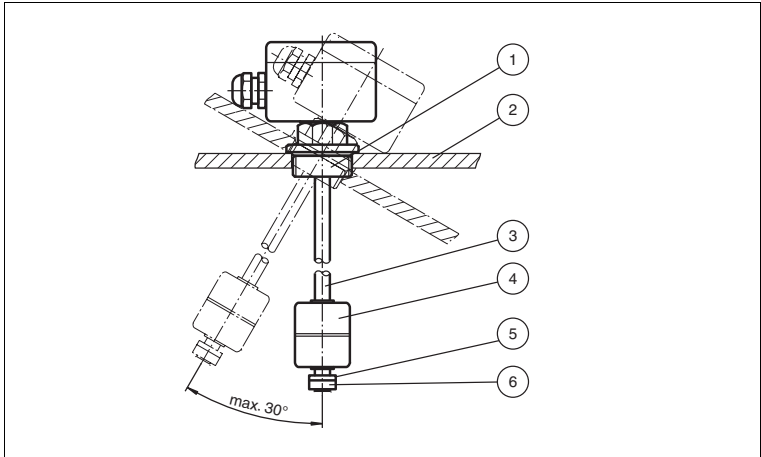

Abbildung 4.1 Prinzipielle Montage des Geräts
3. Bauen Sie das Gerät von außen in den Behälter ein. Die Einbauposition ist vertikal, wobei der Einbauwinkel max. 30° von der Vertikalen abweichen darf, siehe Abbildung 4.1.
4. Schrauben Sie das Gerät über die volle Gewindelänge ein (1). Verwenden Sie geeignete Dichtungen.